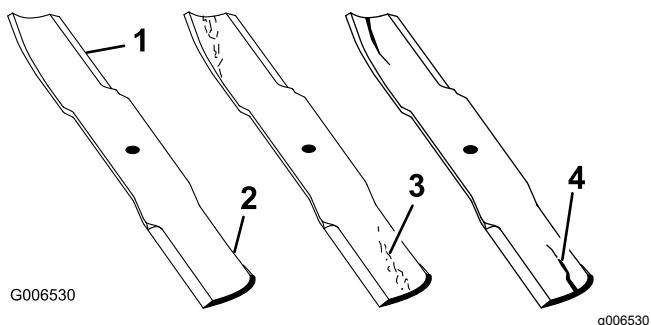

Figure 111
2. Examinez attentivement les tranchants de la lame, particulièrement au point de rencontre de la partie plane et de l'ailette, comme montré à la Figure 111.
**Remarque:** Le sable et les matières abrasives peuvent éroder le métal à cet endroit, c'est pourquoi il est important de contrôler l'état de la lame avant d'utiliser la tondeuse. Remplacez la lame si elle vous semble usée (Figure 111).